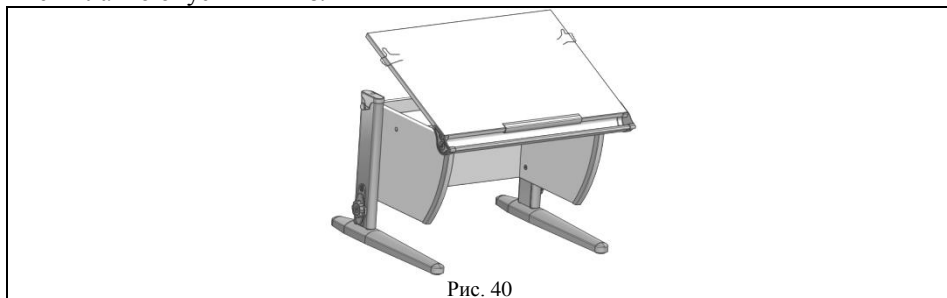

Рис. 40
- 5.5.1. Приподнять столешницу (держась за дальний левый или правый угол столешницы) на нужный угол наклона. (См. рис. 40)